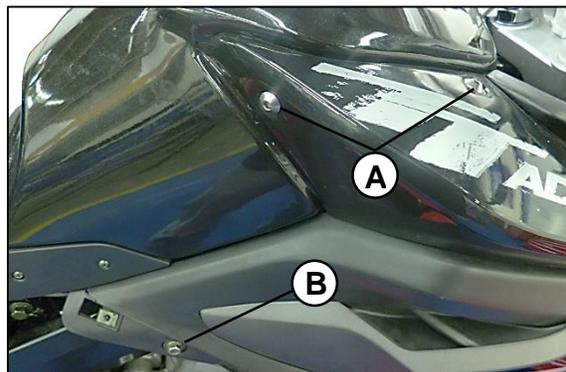
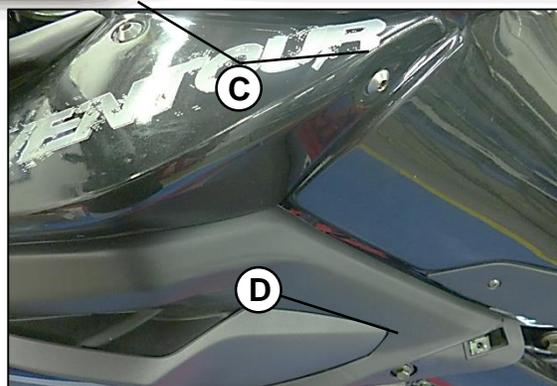

Fig.09
Fig.09.1
Para retirar las cubiertas derechas deben desajustarse los tornillos (A) Hexagonales de 5mm y el tornillo (B) de 10mm **Fig.09**, para retirar la cubierta izquierda desajuste los mismos tornillos lado contrario; Tornillos (C) y (D). **Fig.09.1**